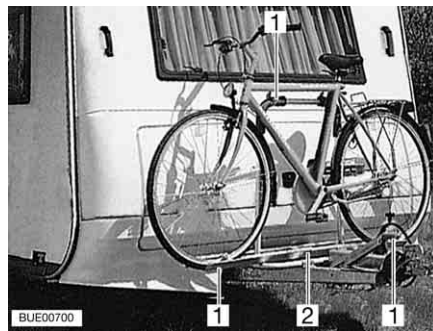

Bild 13 Fahrradträger am Bug
- Fahrräder auf den Fahrradträger (Bild 13,2) aufsetzen und mit Quick-Riemen (Bild 13,1) verzurren.